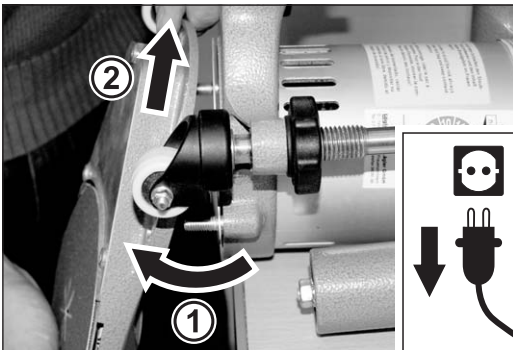

Abb. 37 Den Vorsatz von der Maschine abnehmen.
- 5 Nehmen Sie den Vorsatz von der Maschine (Abb. 37) und legen Sie den Vorsatz mit der Schleifscheibe nach unten ab.